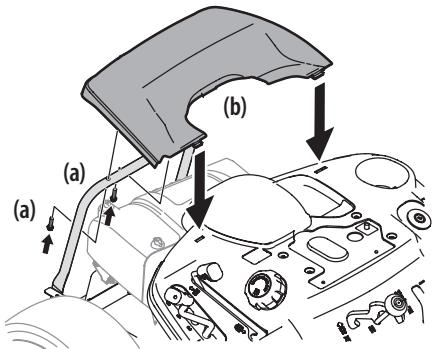

Figura 13
- Extraga los dos tornillos hexagonales instalados en fábrica (a) que están ubicados en la tapa trasera del motor (b). Guarde los tornillos hexagonales (a) para uso posterior. Consulte la Figura 13.
- Coloque la tapa trasera del motor (b) ubicándola en su lugar como se indica en la Figura 13. Incline la tapa trasera del motor (b) hacia adelante para que calce dentro de las ranuras provistas, luego rótelas hacia atrás para alinear los orificios de montaje.